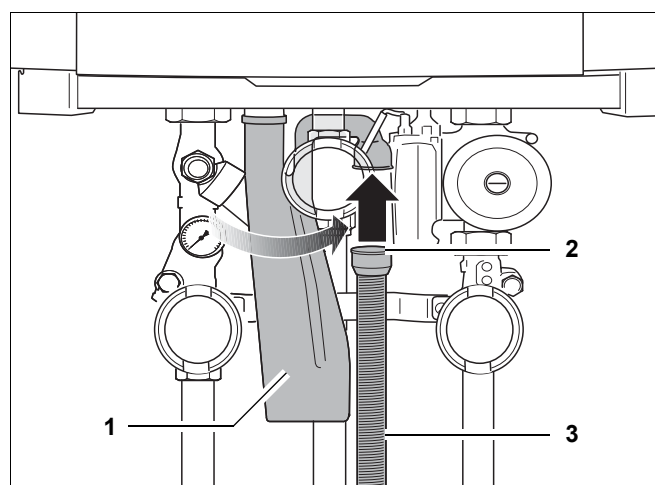

Fig. 18 Montați furtunul ondulat
- Montați furtunul ondulat (Fig. 18, **Poz. 3**) și manșeta de cauciuc (Fig. 18, **Poz. 2**) la sifon (Fig. 18, **Poz. 1**).